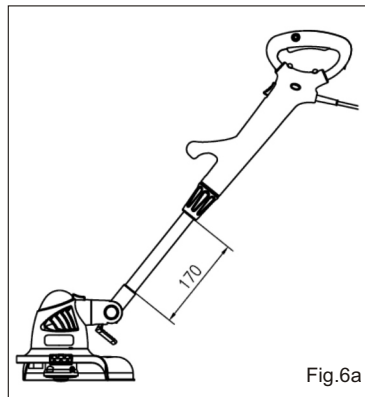
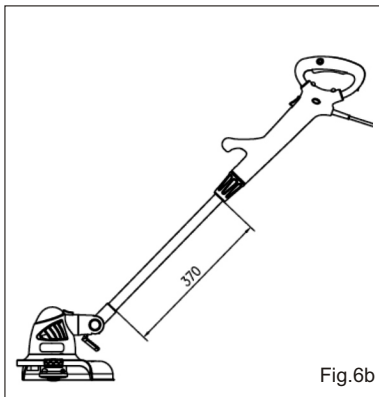

Fig.6a
Fig.6b
6. REGLAGE EN HAUTEUR (Fig. 6a / Fig. 6b)